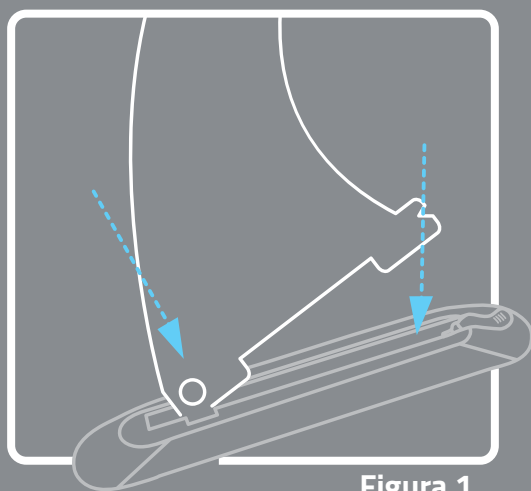

Figura 1.
- Inserire la pinna nella fessura all'estremità della tavola. **Figura 1**